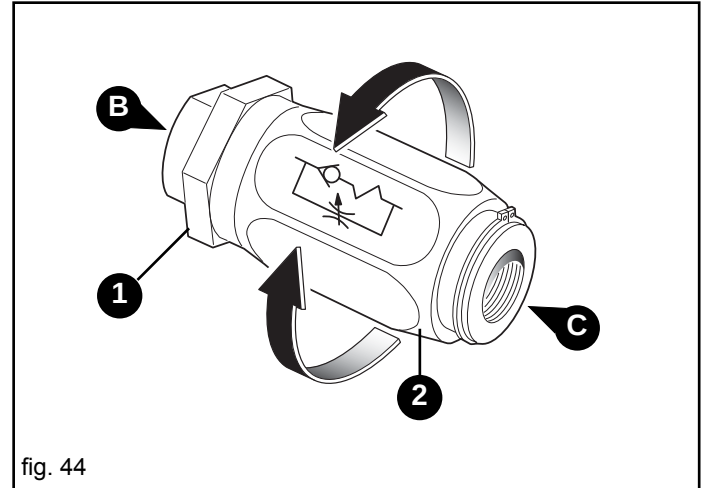

fig. 44
Las instalaciones hidráulicas suministradas están equipadas con reguladores de flujo unidireccionales (Fig. 44), que permiten regular la cantidad de aceite durante la apertura o cierre, según la dirección de montaje de los mismos:
- flujo desde B hacia C libre (Fig. 44);
- flujo desde C hacia B estrangulado (regulado) (Fig. 44).
Afloje la rosca de bloqueo (1, Fig. 44) y gire el botón (2, Fig. 44) para la regulación. Concluida la regulación, apriete de nuevo la rosca de bloqueo.